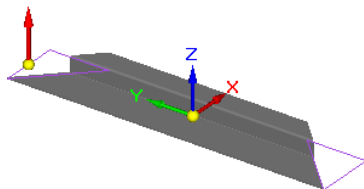

图 8.13.39 定义移除方向
(3) 定义除料特征属性。在命令条中单击按钮定义延伸深度, 在命令条单击的“全部穿透”按钮, 并定义除料方向如图 8.13.39 所示。